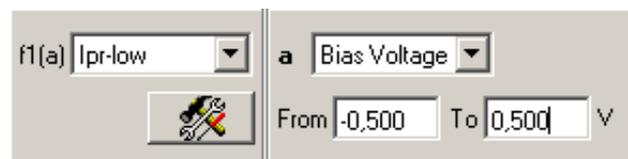

Рис. 8-26
2. На панели управления в раскрывающемся списке **a** выберите значение **Bias Voltage**; в раскрывающемся списке **f1(a)** выберите сигнал **lpr-low** (Рис. 8-26).